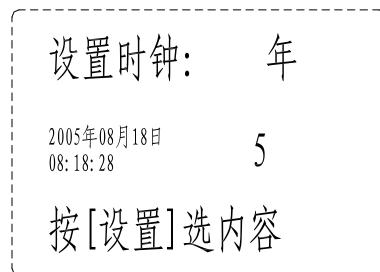

图 4
**设置时钟：** 设置界面如图 4 所示。根据提示按 **设置** 按钮可以选内容：年、月、日、时、分、秒，按 **▲** **▼** 按钮改变时钟，确认后完成设置。